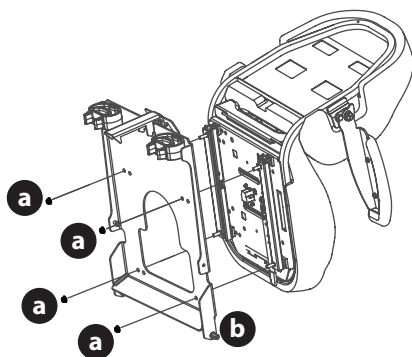

Figura 7
- Instale el asiento en la bandeja del asiento (b) con las tuercas de seguridad con reborde (a) (Figura 7).